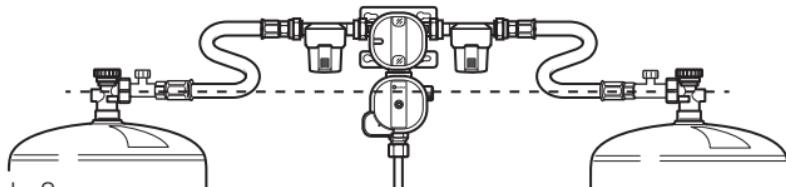

Abb. 8
- ▶ Beim Flaschenwechsel sicherstellen, dass die Hochdruck-Schlüsse vom Eingangsanschluss des Gasdruckreglers immer ein konstantes Gefälle zu den Gasflaschen aufweisen (Abb. 8).